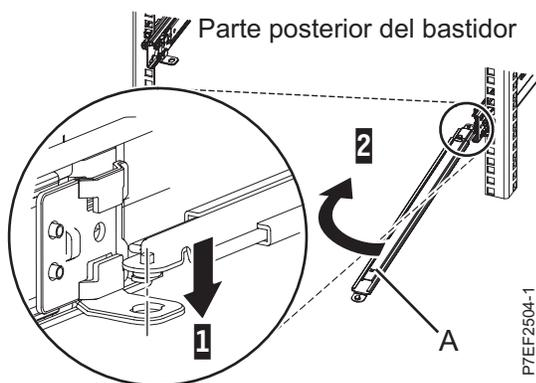

Figura 13. Conexión del brazo de soporte
1. El brazo portacables debe instalarse en el lateral derecho del servidor, mirándolo desde la parte posterior. La figura siguiente muestra el brazo portacables instalado en el lateral derecho. Conecte un extremo del brazo de soporte (A) en el riel deslizante derecho (1) de modo que pueda girar el otro extremo del brazo de soporte hacia el lado izquierdo del bastidor (2), como se muestra en la Figura 13.